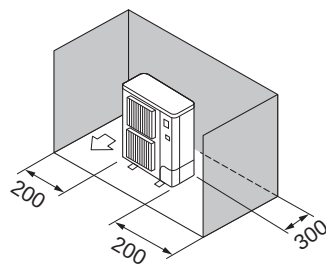

Fig. 2-4
- ③ Перешкоди лише ззаду та з боків (Fig. 2-4)